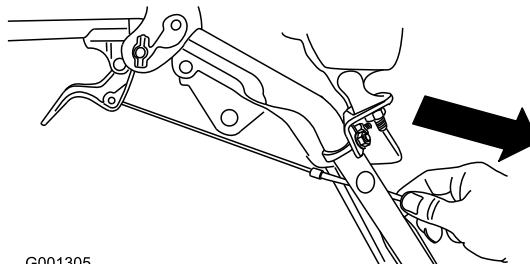

Figura8
4. Trageți ușor în jos mantaua cablului până când levierul ambreiajului de roată este coborât, iar cablul este tensionat, apoi strângeți ferm piulița clemei de cablu (Figura8).